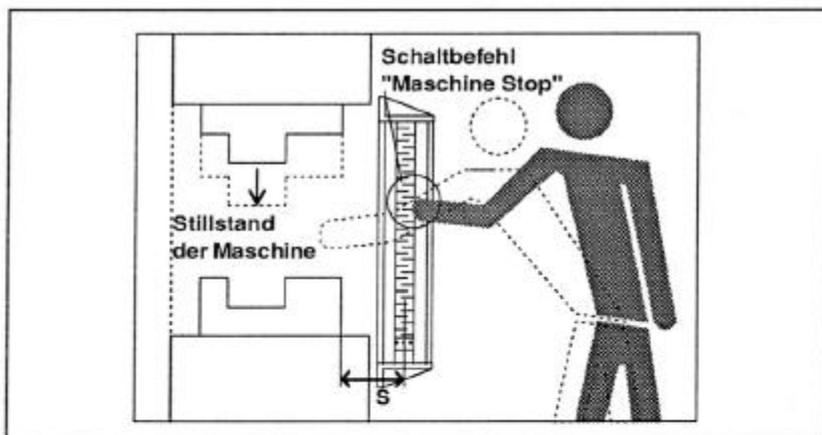

Abbildung 4-2 Sicherheitsabstand
2. Ein ausreichender Sicherheitsabstand ist zwischen Schutzfeld und nächstgelegener Gefahrstelle einzuhalten (Abbildung 4-2).
- 7.1.1 Sicherheitsabstand** Der Sicherheits-Lichtvorhang muß in einem bestimmten Abstand zur Gefahrstelle, dem Sicherheitsabstand, angebracht werden (siehe Abb. 4-2, Seite 4-2).